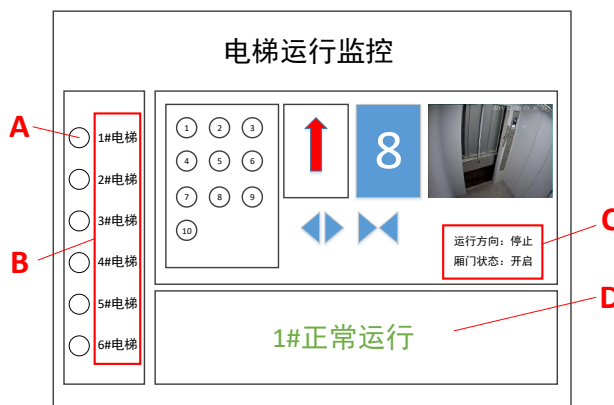

图 6 单部电梯监控画面（示意图）
- (1) 运行系统要求采用 WinCC Advanced V18，使用其他版本将不得分！
- (2) 画面要求各监控点的指示明确，操作清晰易懂；
- (3) WinCC 主界面通过按钮可以跳转进入设置子画面，其中要求有初始化楼层及方向设定区域，可以通过该区域设定初始化电梯运行方向和初始化楼层；
- (4) 状态监控画面至少包括：楼层外呼状态显示界面、电梯状态总览画面、单部电梯监控画面。其中，
- 单部电梯监控画面：示意图如图 6 所示，该画面至少包含当前电梯载重量（单位 kg），并且可以通过按钮切换至任一部电梯监控画面。